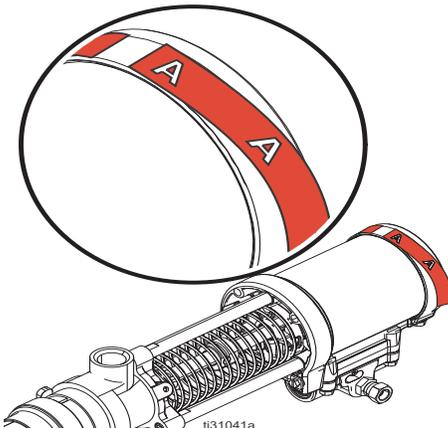

FIG. 7
3. Utiliser les étiquettes fournies pour identifier la bonne pompe pour le produit utilisé. Voir la FIG. 7.